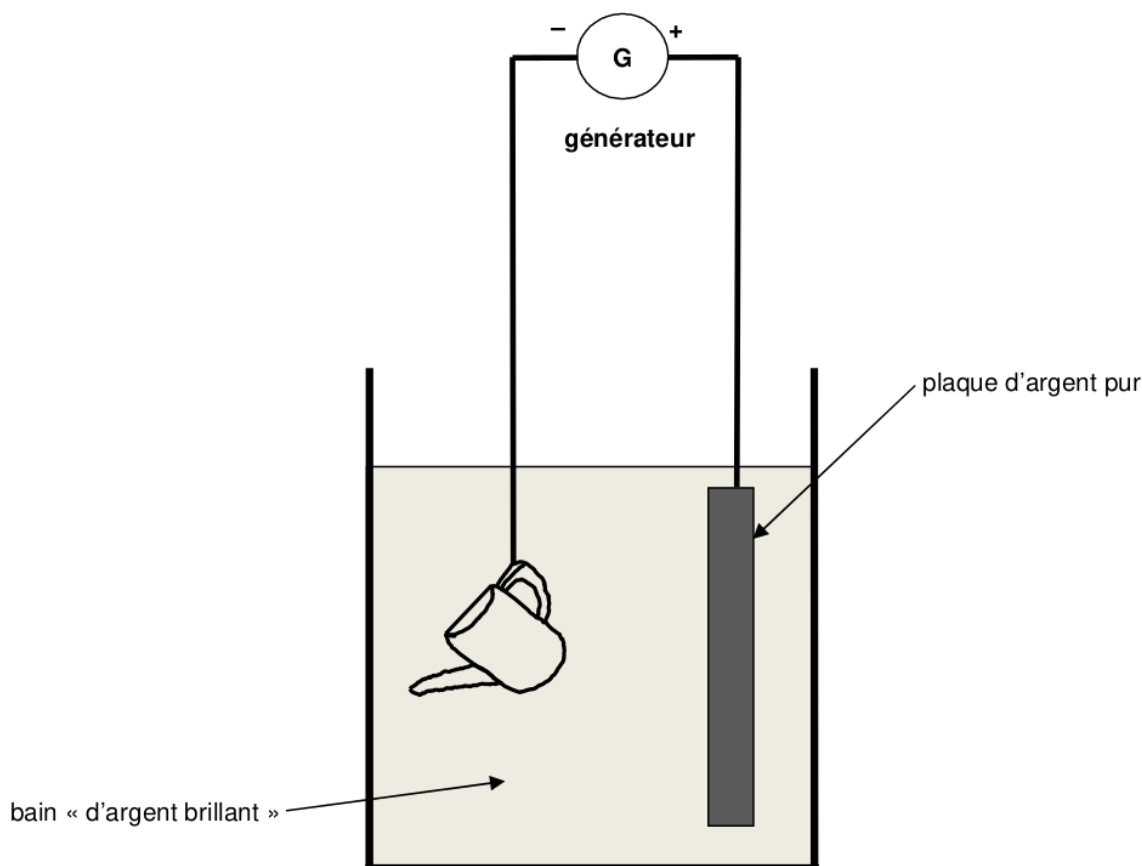

Figure 5. Schéma simplifié de l'électrolyseur
1.1. On a simplifié le circuit d'électrolyse en résumant l'action des deux plaques d'argent en une seule sur **LA FIGURE 5 DE L'ANNEXE**. Indiquer sur ce schéma, le sens conventionnel du courant électrique et le sens de déplacement des électrons.